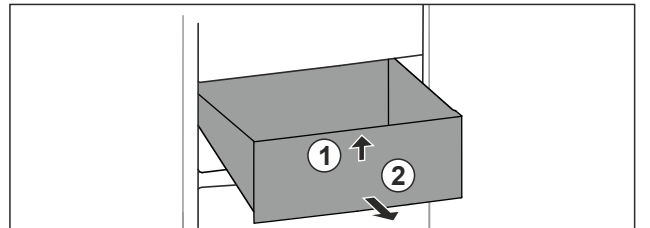

Fig. 71
- ▶ Nadvihnite zásuvku vpredu. Fig. 71 (1)
- ▶ Odoberte zásuvku dopredu. Fig. 71 (2)